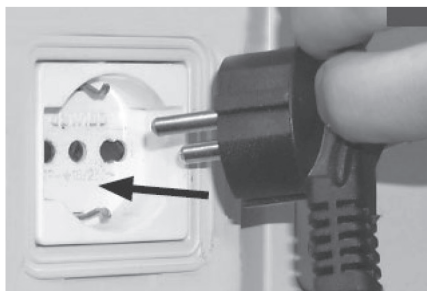
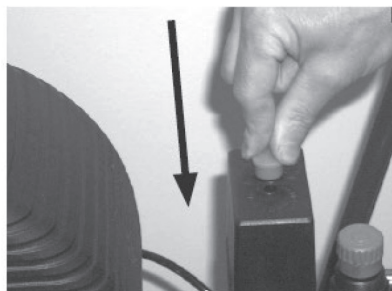

Рис. 2
Рис. 3
8. Подключите вилку электрокабеля питания в соответствующую розетку, имеющую контакты заземления (рис. 2), предварительно проверив, что выключатель реле давления (рис. 3) находится в положении выключено: «Выкл.» (OFF).